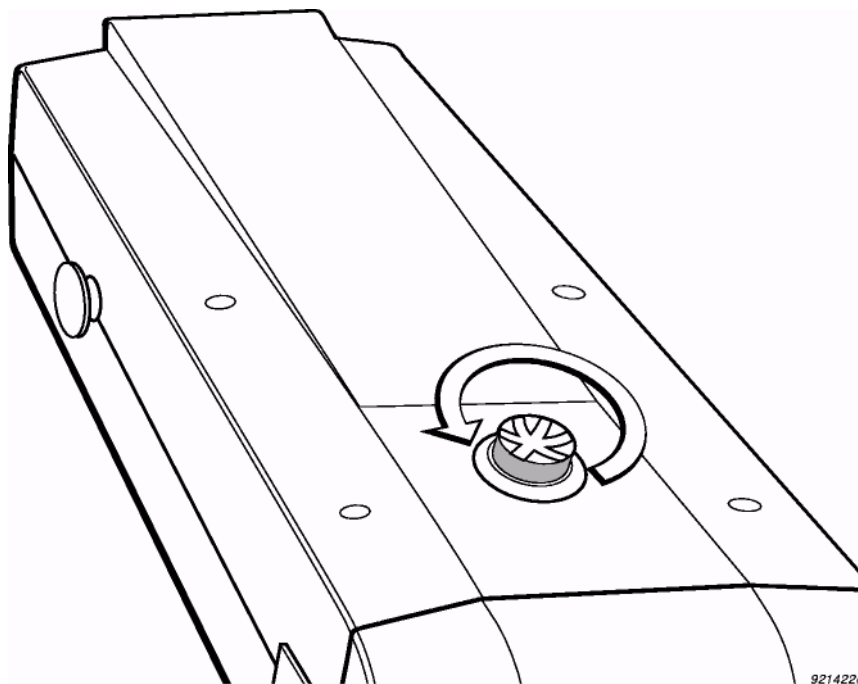
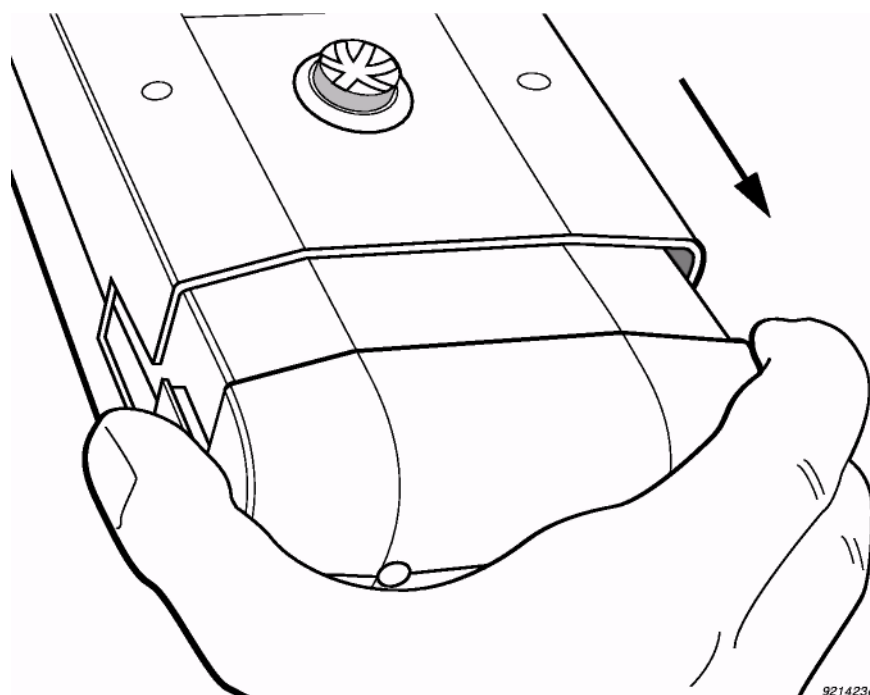

Рис. 2.1 Крепежния винт може да се отвърти с отверка, монета или палец
Рис. 2.2 Изваждане на старата акумулаторна батерия
2. Отвинтете старата батерия Вж. рис. 2.1.
Обърнете внимание: Рис. 2.1 и Рис. 2.2 показват стандартен 2526. За 2526E се използва специален ключ (0A0221).
3. Освободете стария блок на батерията – Вж. Рис.2.2.